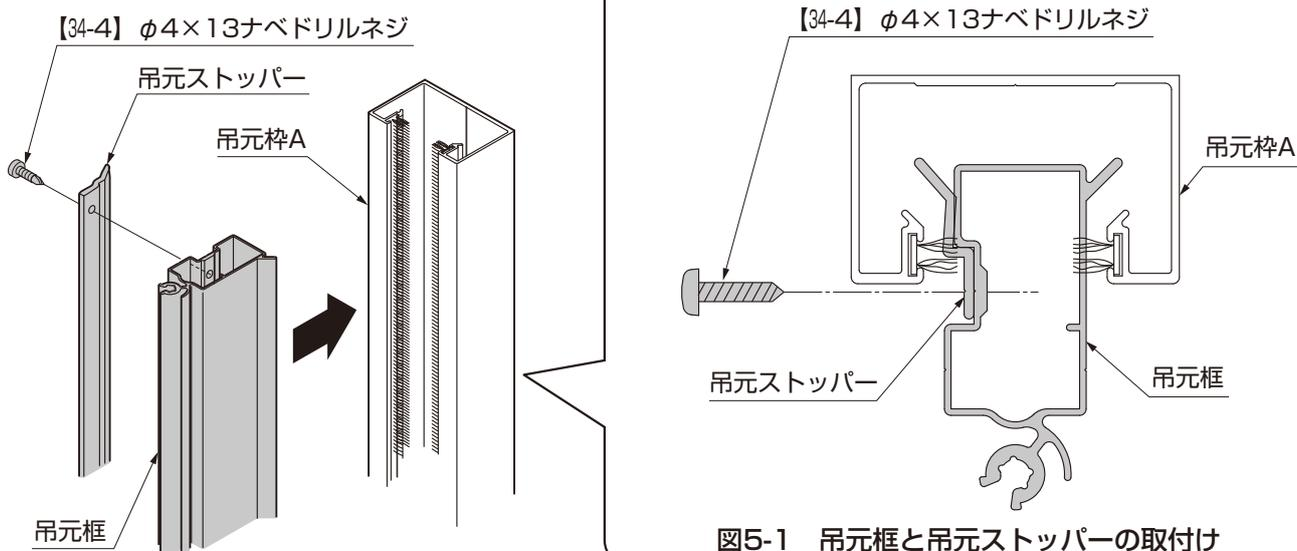

図5-1 吊元枠と吊元ストッパーの取付け
① 吊元枠と吊元ストッパーを、吊元枠Aに差込んでから、吊元ストッパーを【34-4】で吊元枠に取付けてください。(図5-1参照)